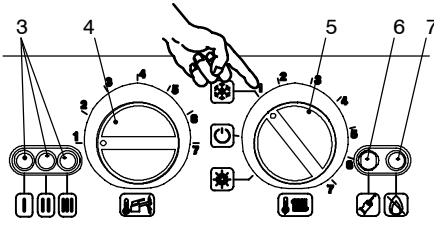
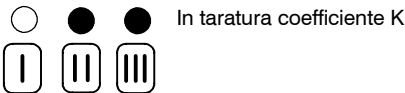
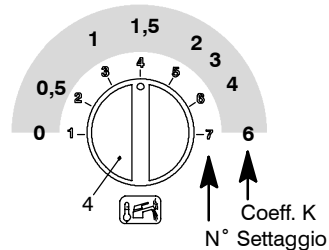
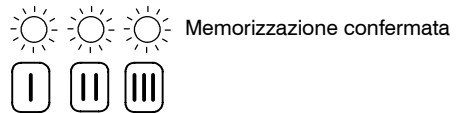

fig. 5.29
fig. 5.30
fig. 5.32
fig. 5.33
- 1 Alimentate elettricamente la caldaia azionando l'interruttore bipolare previsto nella installazione; la lampada di segnalazione 3 in fig. 5.29 lampeggia ogni 4 secondi.
- 2 Posizionare il selettore 5 come indicato in fig. 5.29; la lampada di segnalazione 3 lampeggia ad intermittenza circa ogni 2 secondi.
- 3 Tenere premuto il pulsante di ripristino 6 in fig. 5.29 per circa 10 secondi, la lampada di blocco 7 in fig. 5.29 inizierà a lampeggiare.
- 4 Per tarare il coefficiente K le spie di segnalazione 3 in fig. 5.29 devono essere visualizzate come in fig. 5.30 (legenda spie fig. 5.31)
- 5 Se non si visualizza questa sequenza premere il pulsante di ripristino 6 in fig. 5.29 tante volte fino alla visualizzazione (5 volte).
Per visualizzare il settaggio impostato tenere premuto il pulsante di ripristino 6 in fig. 5.29 per circa 5 secondi. Le spie di segnalazione 3 in fig. 5.29 lampeggeranno un numero di volte pari al settaggio (fig. 5.32)
- 6 Per cambiare il settaggio ruotare la manopola regolazione temperatura sanitari 4 in fig. 5.29 e posizionarla nel valore di K desiderato fig. 5.32 (nella figura es. manopola settata per K1,5), la lampada di segnalazione blocco 7 in fig. 5.29 lampeggia velocemente.
- 7 Per memorizzare il settaggio premere il pulsante di ripristino 6 in fig. 5.29 per circa 5 secondi, le spie di segnalazione 3 in fig. 5.29 lampeggiano tutte quante simultaneamente come in fig. 5.33 (legenda spie fig. 5.31)